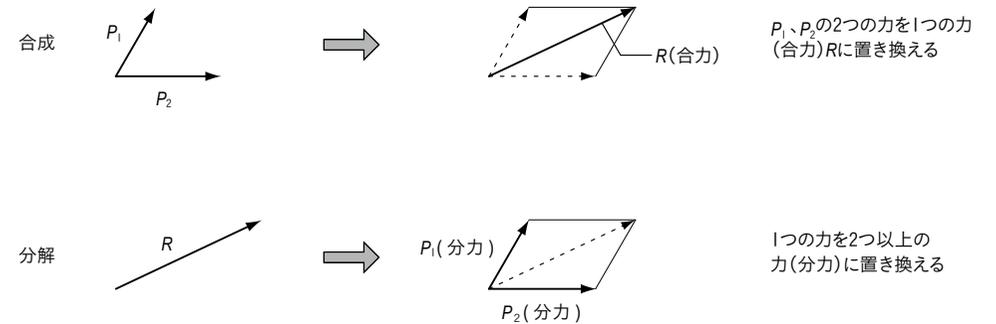

図 12 力の合成と分解
- (1) **力の合成**とは、2 つ以上の力をこれと全く同じ効果をもつ 1 つの力に置き換えることをいう。このようにして得られた力を**合力**という。
- (2) **力の分解**とは、1 つの力をこれと全く同じ効果をもつ 2 つ以上の力に置き換えることをいう。このようにして得られたそれぞれの力を**分力**という。[図 12]